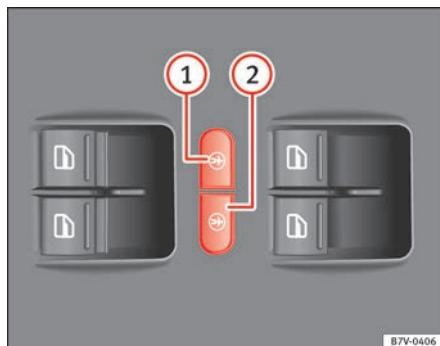

Fig. 52 En la puerta del conductor: teclas del seguro eléctrico para niños.
El seguro eléctrico para niños evita la apertura y el cierre de puertas correderas y de los elevalunas eléctricos de las mismas desde el interior, para que los niños no abran una puerta por error durante la conducción. Con la tecla izquierda ⇒ fig. 52 ① o bien derecha ②, se activa el seguro para niños en el lado trasero izquierdo o derecho, respectivamente.
Activar:	Pulse la tecla ⇒ fig. 52 ① o ②.